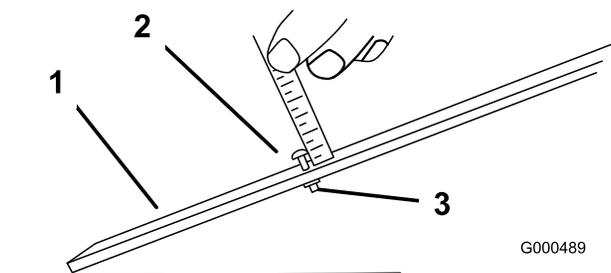

図 61
2. ゲージバー（図 61）のナットをゆるめ、調整ネジを希望の刈り高に合わせる。ネジ頭の下からバーの表面までの距離が刈り高となる。